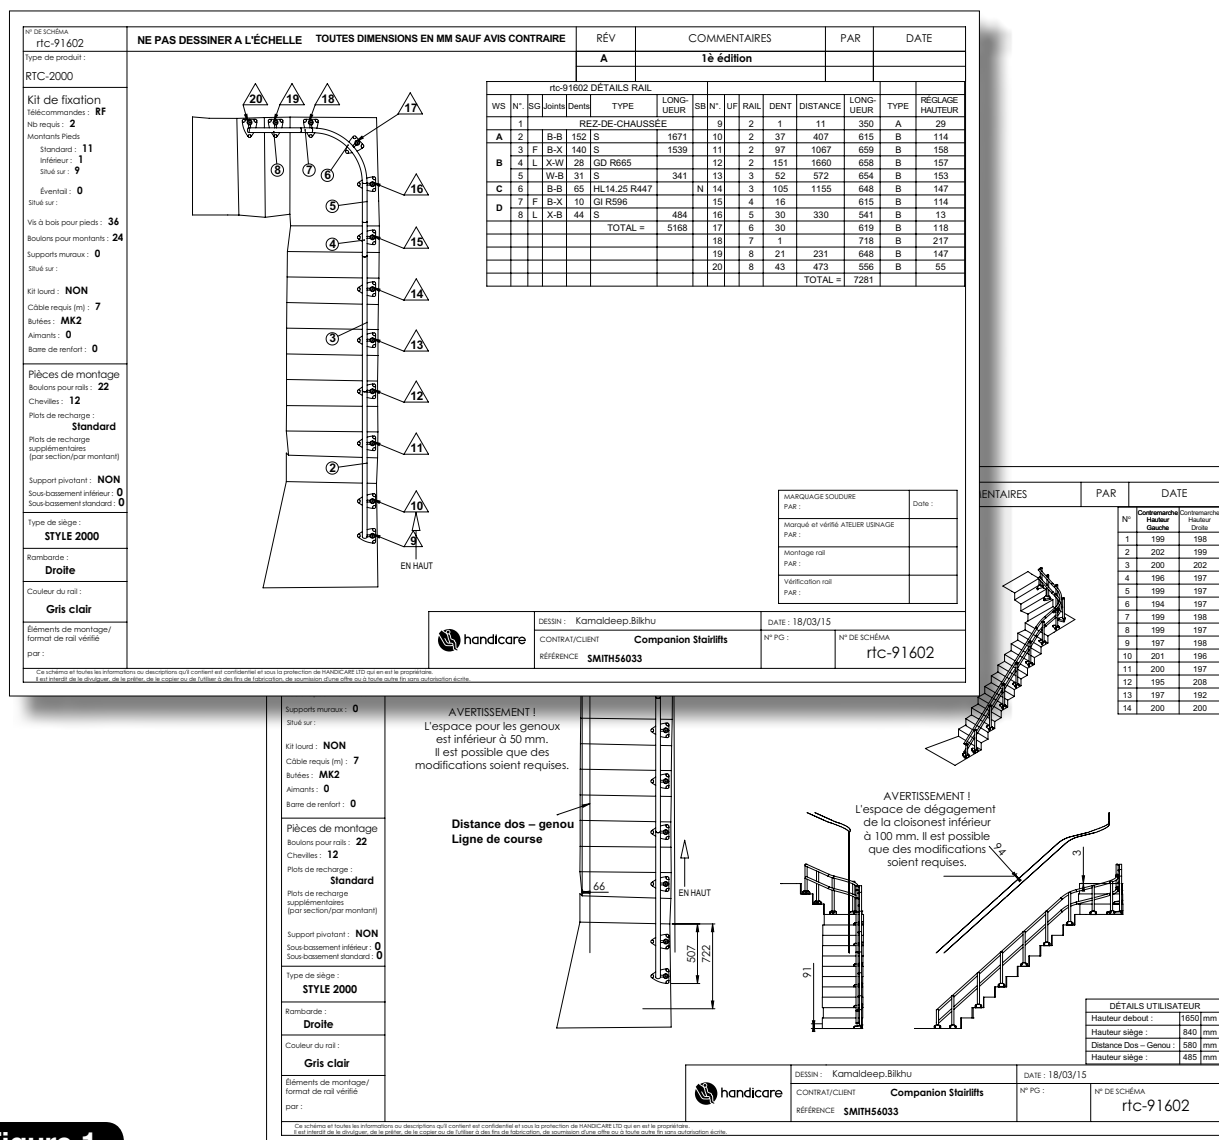

Figure 1
- 1 Étudiez le schéma fourni. Il est similaire à celui qui est illustré ci-après (**Figure 1**). Voir **l'Appendice 4** pour une plus grande version de cet exemple.